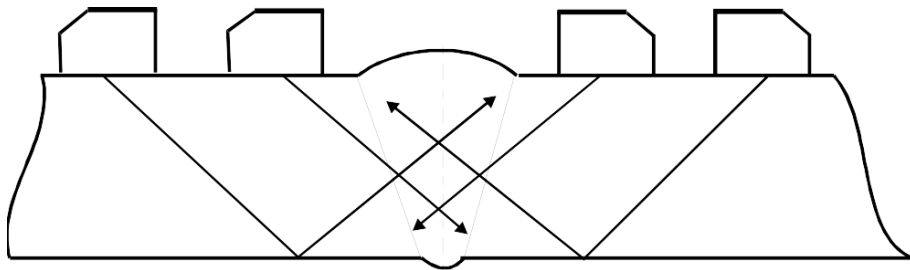

Рисунок 6.1 – Схемы прозвучивания стыковых сварных соединений на продольные дефекты
6.1.1 Контроль проводится прямым и однократно отраженным лучом с двух сторон шва с наружной стороны изделия (рис. 6.1).
6.2.1 Контроль проводится со стороны, противоположной подкладному кольцу, аналогично тому, как это делается для соединений без подкладных колец (п.п. 6.1.1, 6.1.2, рис. 6.1).